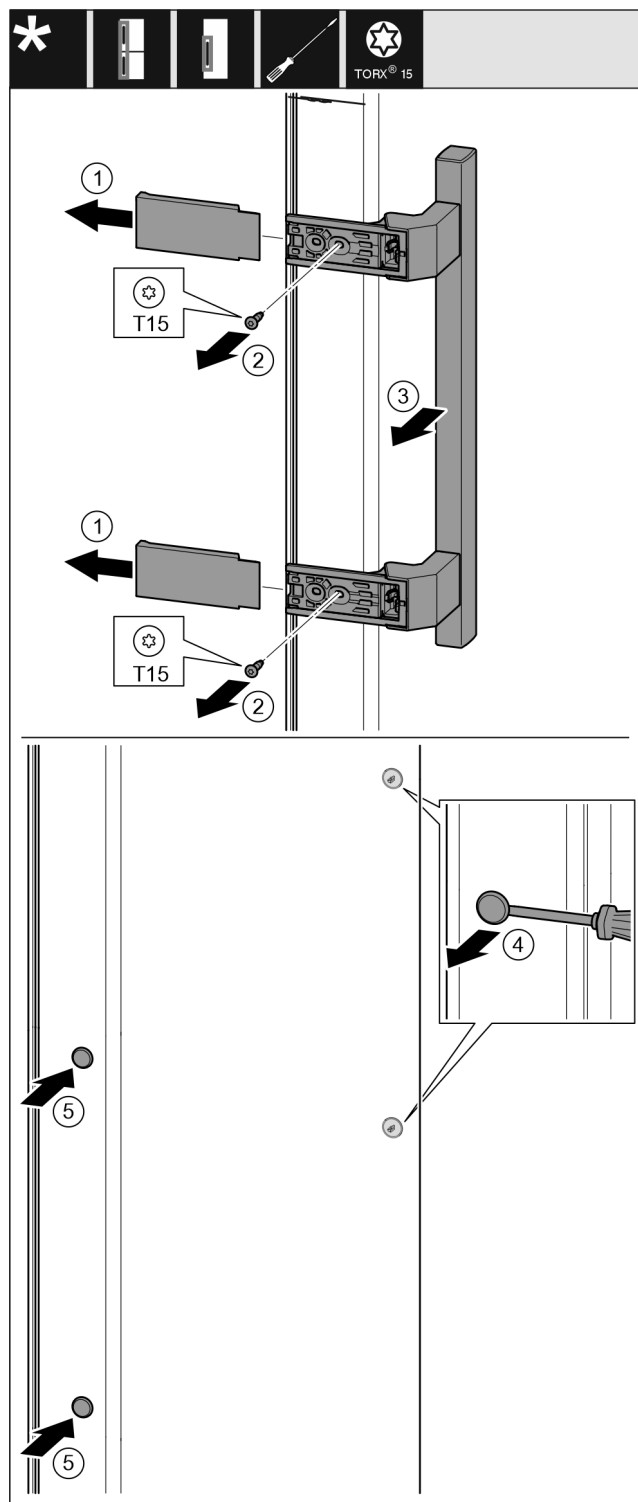

Fig. 39
- 拆下盖板。Fig. 39 (1)
- 用 T15 螺丝刀将螺钉旋出。Fig. 39 (2)
- 取下把手。Fig. 39 (3)
- 用带槽螺丝刀小心地提起侧边的堵头并将其拉出。Fig. 39 (4)
- 将堵头重新放入另一个侧。Fig. 39 (5)